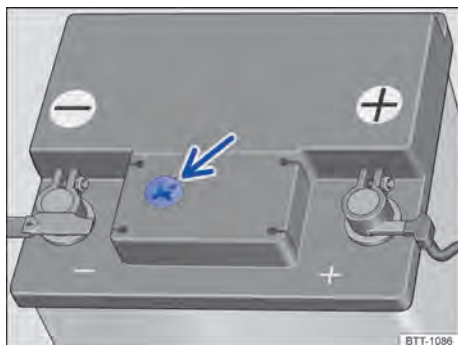

Fig. 154 No compartimento do motor: exemplo de posição do visor no lado superior da bateria do veículo.
- O visor redondo → **Fig. 154** na parte superior da bateria do veículo muda de cor conforme o nível do eletrólito.